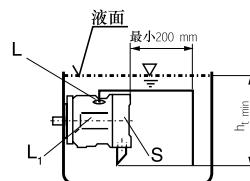

图3
a) 当油箱的最低液面在泵顶端之上，则“L1”口堵，“L”和“S”可开放并接管（如图3）。